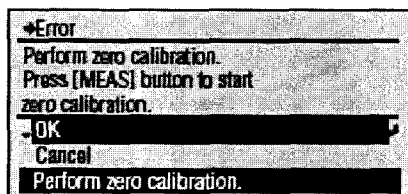
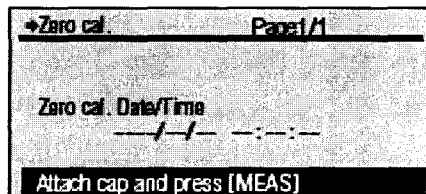
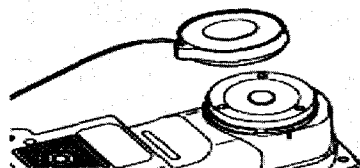

Рисунок 15
Рисунок 16
Рисунок 17
8.2.5.1 В меню калибровки, с помощью кнопки ▲ выбрать пункт ОК, затем нажать кнопку «MENU» (рисунок 15). Отобразится меню «Zero cal.» (рисунок 16). Установить крышку на измерительную апертуру прибора (рисунок 17). Нажать кнопку измерения.